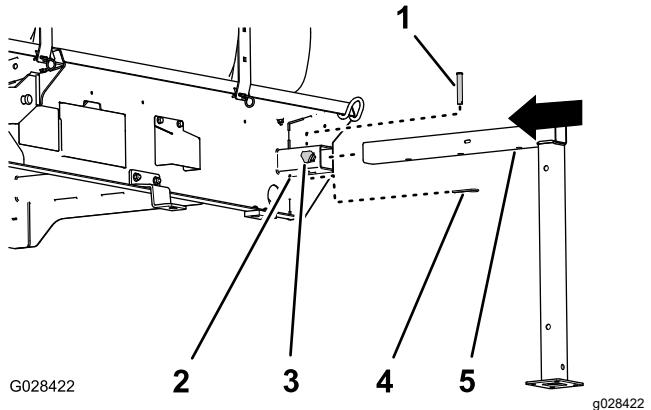

Figura 99
- Alinhe o macaco frontal com o recetor do macaco na frente do depósito (Figura 99).
- Insira o macaco frontal com o recetor até que o furo do meio no tubo horizontal do macaco esteja alinhado com o furo na parte superior do recetor (Figura 99).
- Enrosque bem à mão um manípulo de bloqueio no recetor (Figura 99).